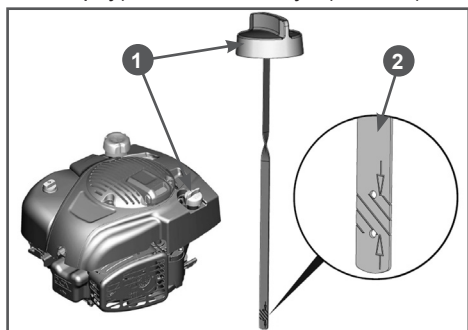

Рис. 15 Проверка уровня масла
2. Поверните крышку-щуп 1 маслозаливной горловины против часовой стрелки на 90 градусов (смотреть сверху) и извлеките щуп (Рис. 15).
5. Аккуратно вытащите щуп и осмотрите его. Уровень масла должен соответствовать верхней отметке на щупе (Рис. 15 п. 2).
4. Аккуратно извлеките щуп и осмотрите его. Уровень масла должен соответствовать верхней отметке на щупе (Рис. 15 п. 2).
1. При недостаточном уровне масла в картере необходимо долить чистое масло до верхней отметки на щупе (Рис. 15 п. 2).